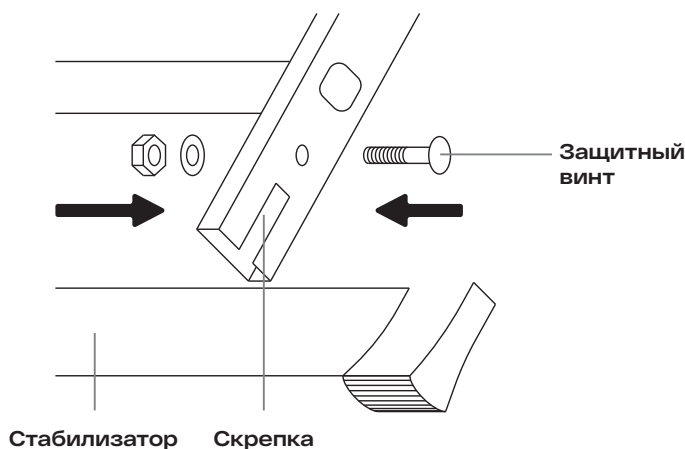

Рис. 2. Закрепление траверсы устойчивости
2. Закрепите поперечную траверсу устойчивости по схеме на рис. 2. Крепежный материал находится на траверсе.